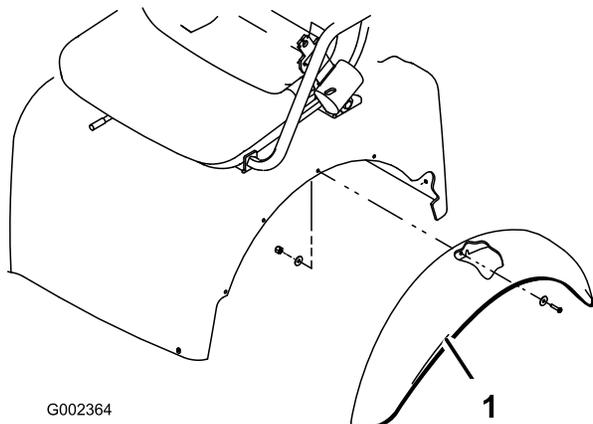

Figure 3
1. Desserrez les contre-écrous et les boulons qui fixent les supports de feux de position arrière aux supports droit et gauche du châssis (Figure 3).
3. Fixez chaque support de feu de position arrière au dos des supports du châssis à l'aide d'un boulon 5/161 x 1", d'une rondelle plate de 0,344" de dia. int. et d'un contre-écrou, comme illustré à Figure 3.